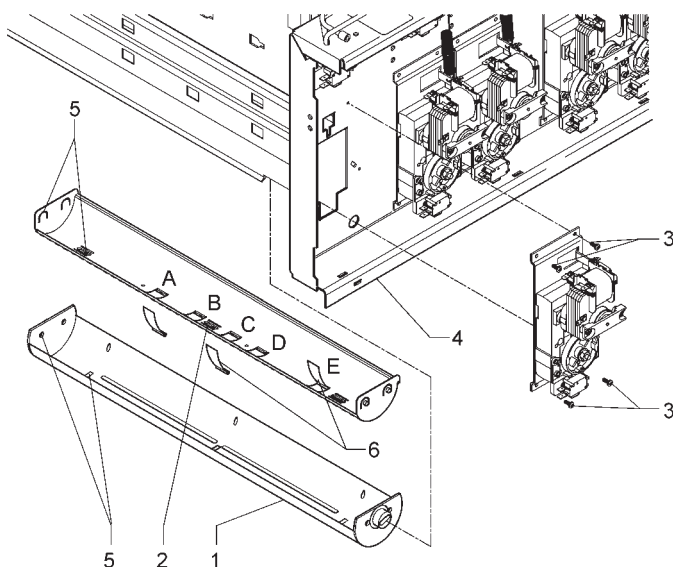

Fig. 19
- per predisporre il rotore alla distribuzione di quattro file di lattine è necessario inserire tre lamine antifurto nelle apposite cave (vedi fig. 19). Le lamine impediscono alle lattine di scorrere nel rotore quando questo è parzialmente scarico. Le lamine sono da inserire nelle cave B-D-E per le lattine da 250 cc e nelle cave A-C-E per le lattine da 230 e da 355 cc.